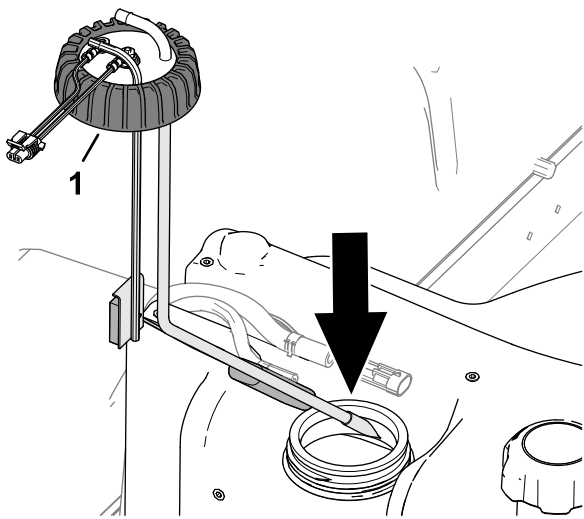

Figura 123
2. Monte cuidadosamente o tubo de captação de combustível e flutuação para dentro do depósito de combustível (Figura 123).